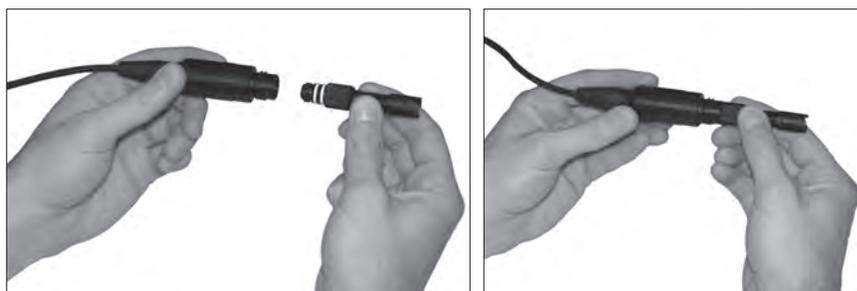

Figure 2. L'image de gauche montre un capteur propre et sec qui est aligné au raccord. À droite, le capteur a été inséré dans le raccord et est vissé en place.
**Tout d'abord, assurez-vous que le connecteur du capteur et le port du capteur situé sur le câble sont propres et secs.** Pour connecter le capteur, tenez-le dans une main et tenez l'extrémité du câble formée du connecteur du capteur (raccord) dans l'autre. Insérez le capteur dans le connecteur du câble jusqu'à ce qu'il se trouve dans une position appropriée et qu'un seul joint torique soit visible. Toute insertion incorrecte de la sonde peut entraîner des dommages. Tournez le capteur dans le sens des aiguilles d'une montre pour engrener les filets et serrez fermement à l'aide de vos doigts (Figure 2). N'utilisez pas d'outil. Cette connexion est imperméable. Veuillez vous reporter à la feuille d'installation qui accompagne le capteur pour obtenir des instructions détaillées.